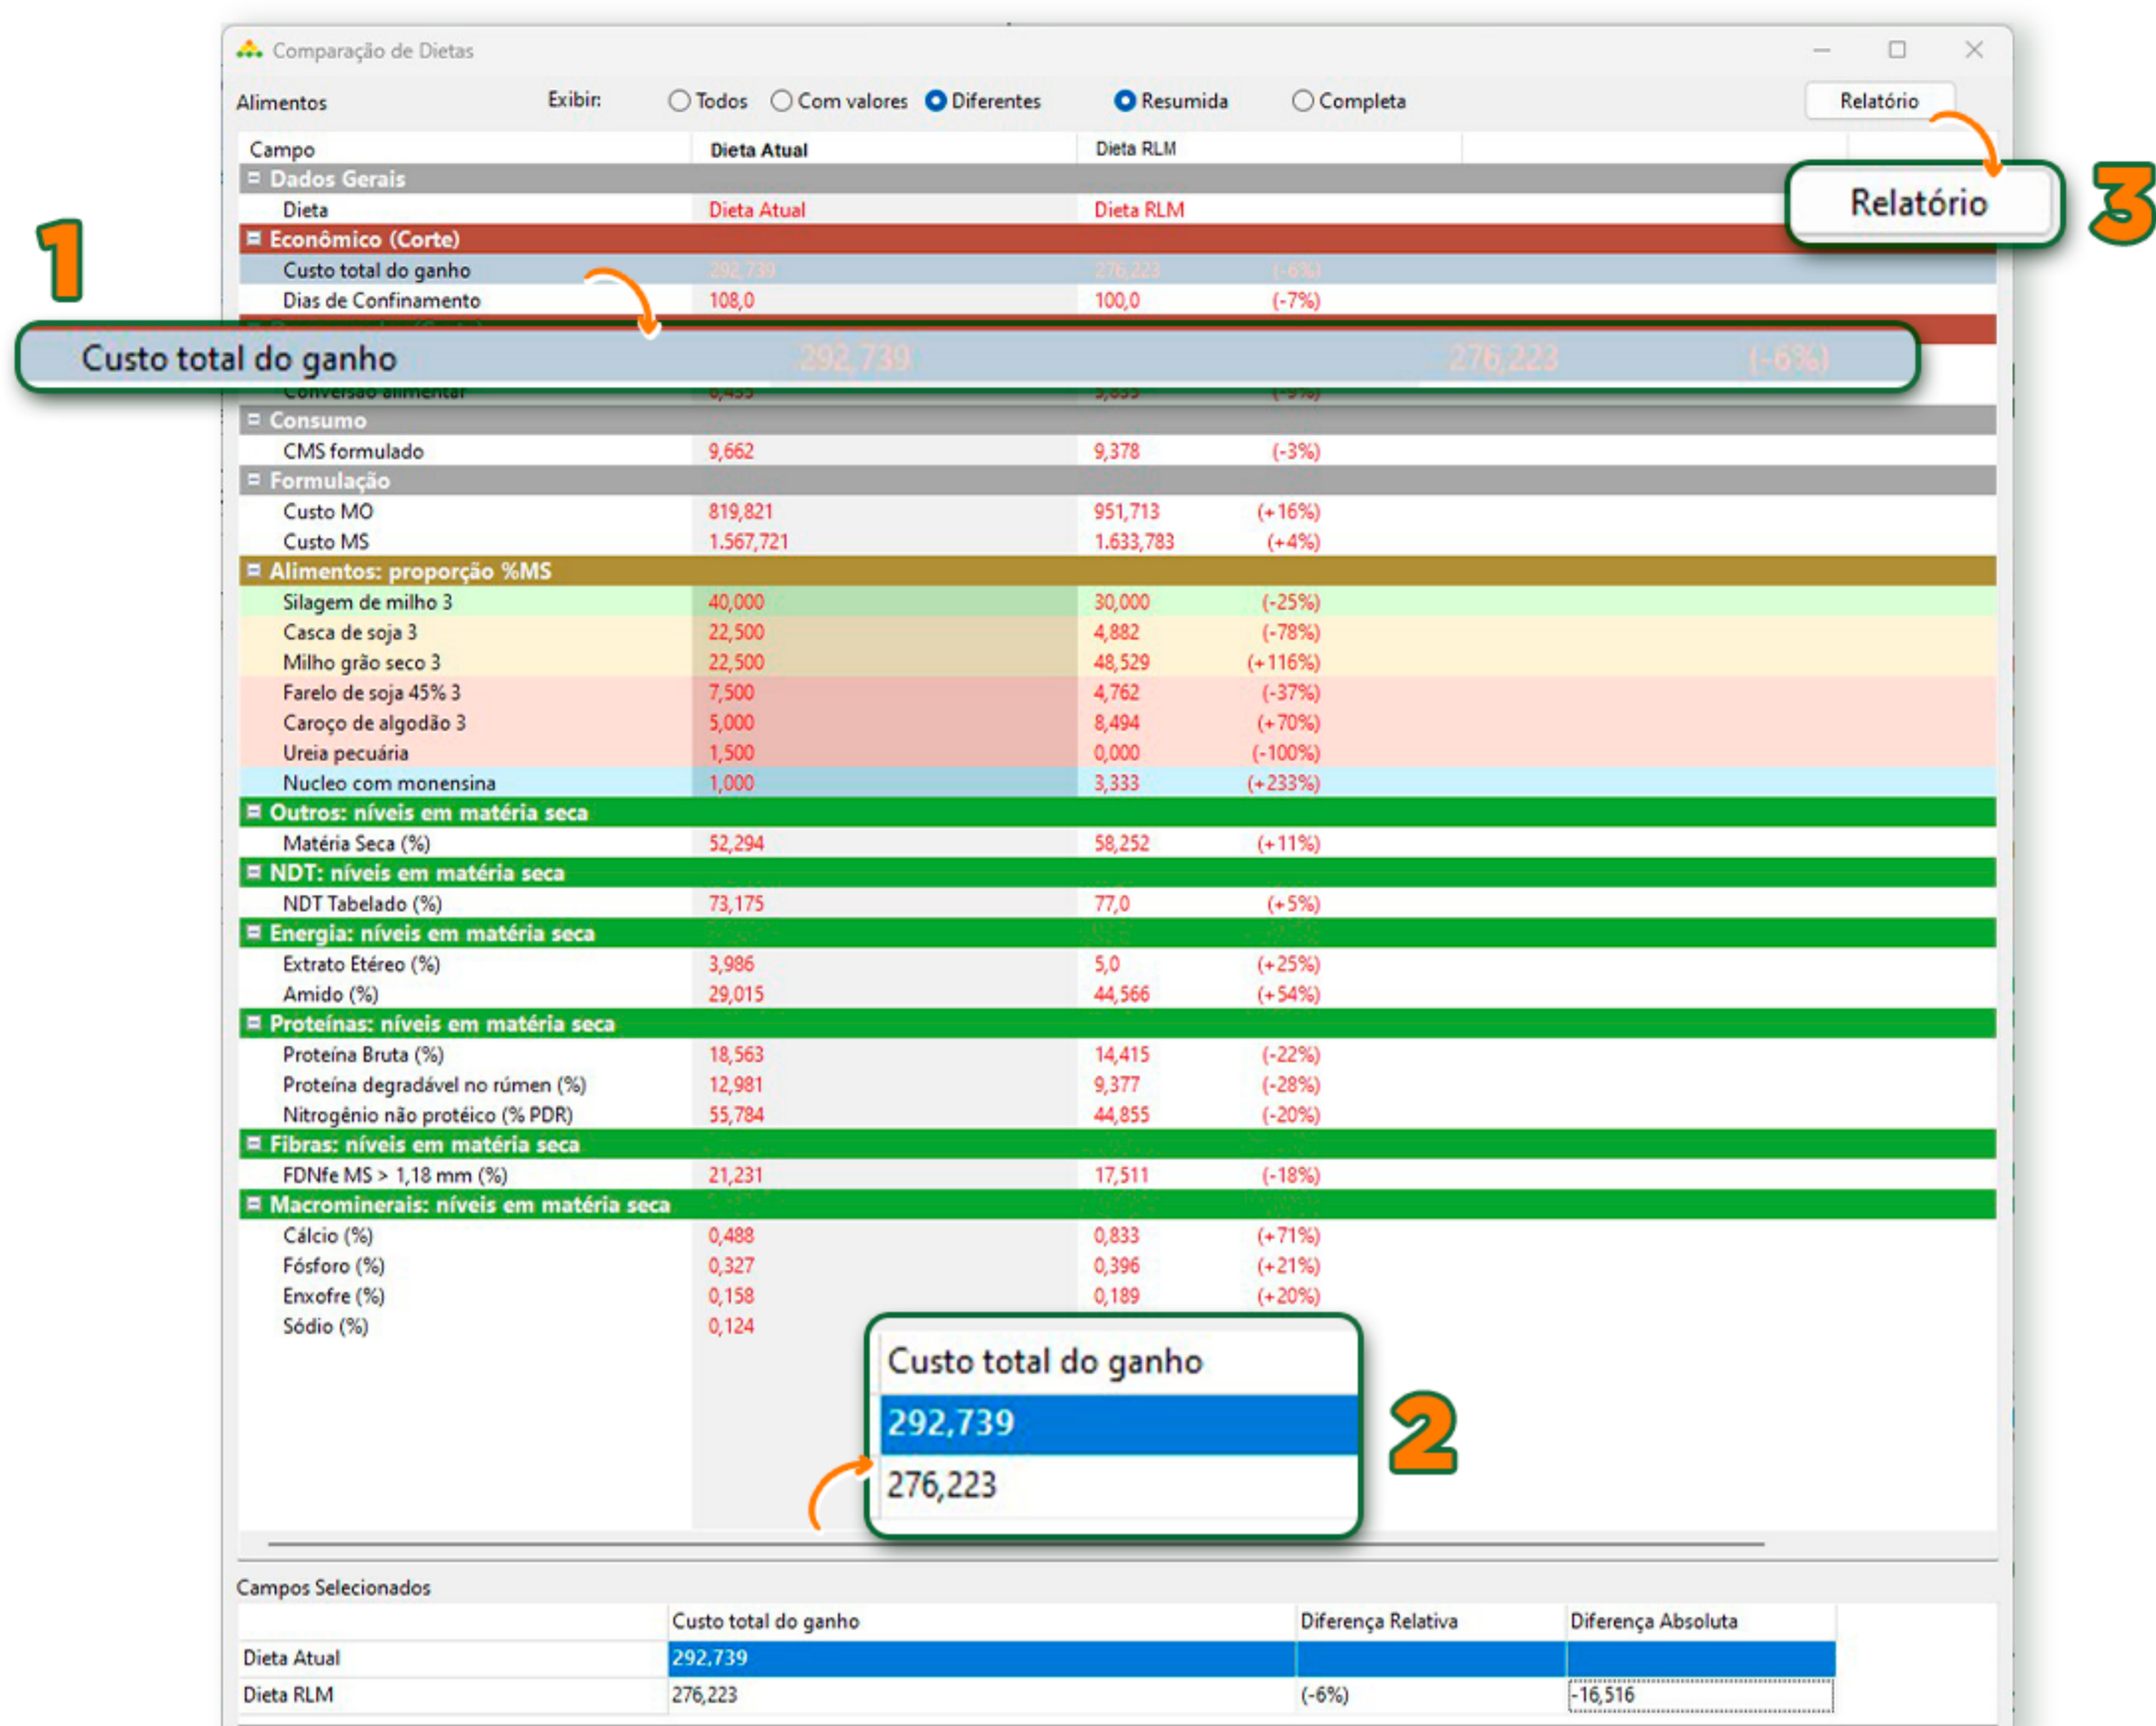

FIGURA 2.6 - COMPARAÇÃO DE FORMULAÇÕES COM DESTAQUE PARA O CUSTO DA ARROBA PRODUZIDA
Nessa janela (Figura 2.6) é possível ver a maioria das informações sobre as dietas selecionadas. Quando é selecionada uma das opções (1), a tabela abaixo gera um cálculo de diferença percentual e absoluta para determinada métrica (2). É possível também emitir um relatório para enviar ao cliente (3), em que as diferenças entre as formulações serão evidenciadas.